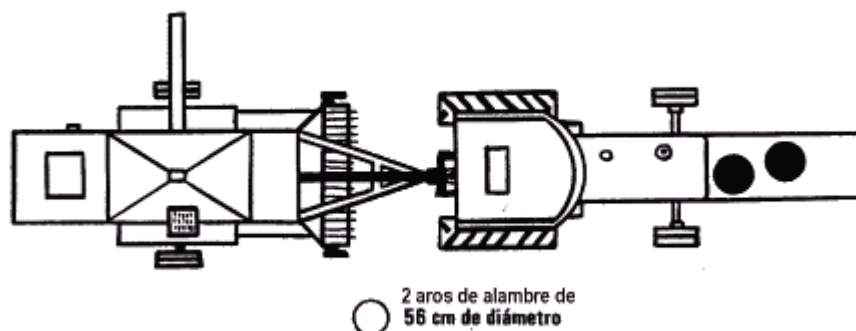

Figura 2. Determinación de pérdidas de predescapado con arrancadora invertidora (4x1).
- **Pérdidas de predescapado con arrancadora-invertidora (4x1) y cosechadora de 4x1 o de una sola andana:** Previamente se debe retirar a un costado la andana en forma manual, colocar dos aros en la zona de la misma y juntar las vainas desprendidas, y luego hacer la conversión a Kg/ha, teniendo en cuenta que 19 granos medianos de maní buenos en esos 2 aros representarán 100 Kg/ha de pérdida de predescapado. (Figura 2).